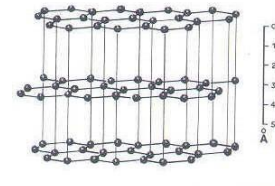
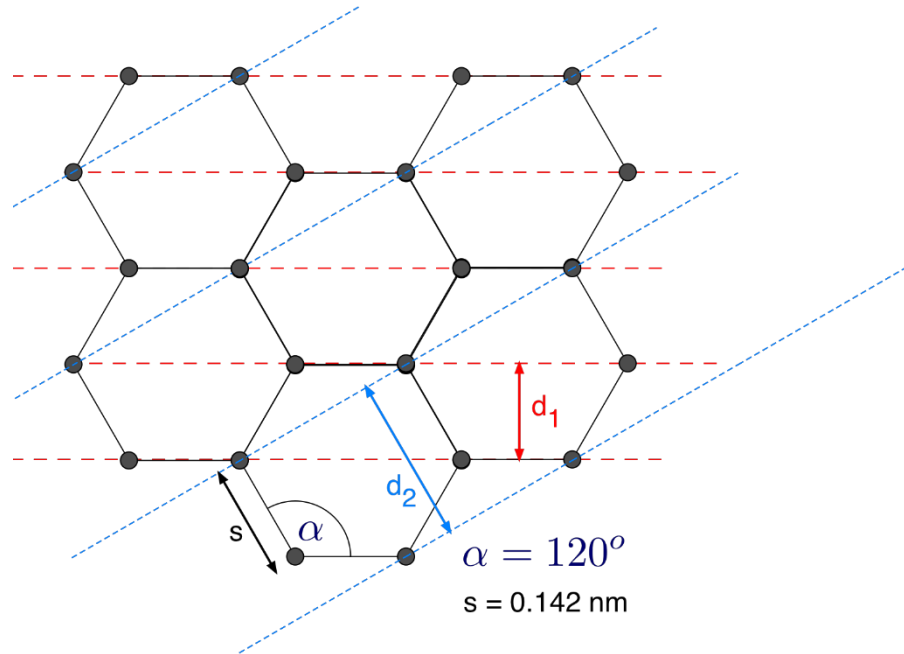

Fig. 1: 3D structuur van grafiet.
Fig. 6: atoomrooster van grafiet.
Grafiet is een kristallijne vorm van koolstof waarbij het kristal is opgebouwd uit lagen van aaneengesloten zeshoeken (zie fig. 1). Op het werkblad staat zo'n laag weergegeven (fig. 6). Je ziet de zesvoudige symmetrie: een rotatie over 60° levert steeds weer dezelfde structuur op. Je ziet ook twee zich herhalende patronen tussen de atomen, die met stippellijnen zijn aangegeven: de (rode) horizontale lijnen die een afstand d_1 van elkaar verwijderd zijn, en de (blauwe) lijnen onder een hoek van 30 graden die ook een herhalend patroon van atomen met elkaar verbindt. Die laatste lijnen liggen een afstand d_2 uiteen.
2. Bepaal nu ook in fig. 6 de verhouding tussen de afstanden d_1 en d_2 en vergelijk dit met je antwoord bij 1.